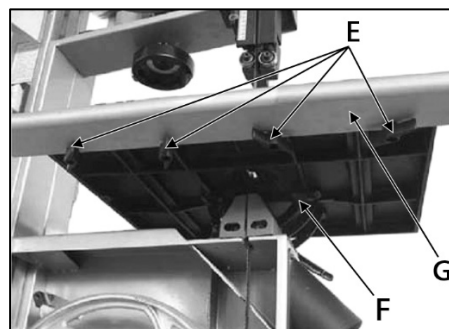

Рисунок 5.
Установите стол (рис. 5) на поворотный кронштейн, убедившись, что фиксирующие болты прошли через установочные отверстия в поворотном кронштейне. Закрепите стол при помощи четырех болтов M8×16 (F) и четырех шайб 8. Убедитесь, что пильное полотно попало в центр паза в столе.
Чтобы установить переднюю направляющую (G) (рис. 5), прикрепите ее к переднему краю стола при помощи четырех винтов-барашков и шайб (E).